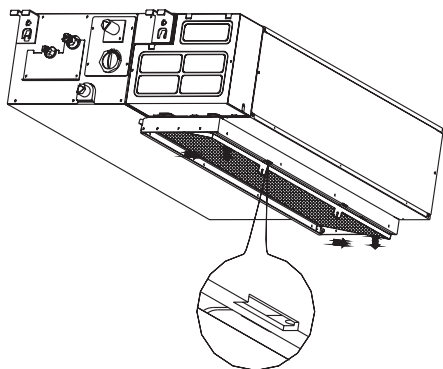

Рис. G2
2. Для моделей с нисходящей вентиляцией. Нажмите на фильтр снизу, чтобы выступы вышли из углублений, и потянув в направлении, указанном стрелками, снимите фильтр (см. рис. G2).